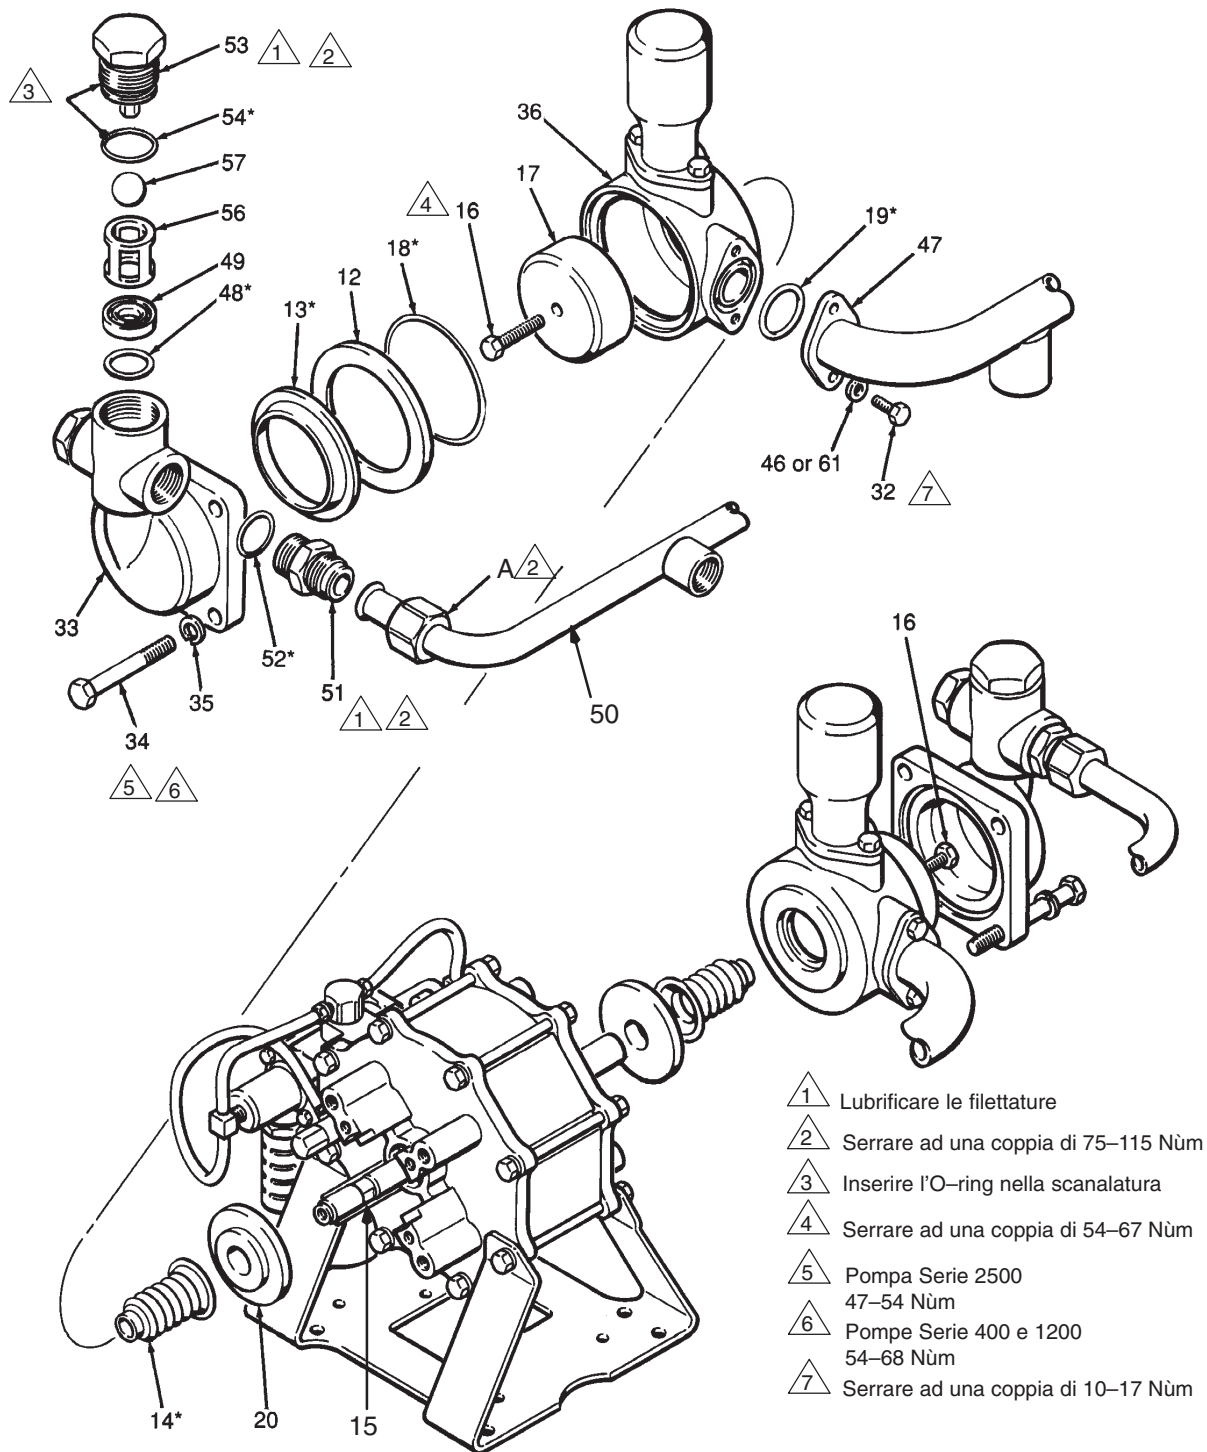

Fig. 8
3. Togliere il tappo (53) da ogni lato dell'alloggiamento di uscita (33). Ved. Fig. 8.
4. Togliere la sfera (57), la guida della sfera (56), la sede della valvola (49) e l'O-ring (48*) da ogni lato dell'alloggiamento di uscita.
2. Allentare i dadi dei tubi (A) e smontare il collettore di uscita (50). Svitare i connettori (51). Ved. Fig. 8.
3. Togliere le viti (34), le rondelle (35), l'alloggiamento di uscita (33), la tenuta dello stantuffo (13*) e la piastra di supporto (12). Ripetere il procedimento sull'altro lato della pompa.
4. Mantenendo fissa la vite (16) su un lato della pompa, togliere la vite sul lato opposto utilizzando una chiave a tubo.
5. Smontare lo stantuffo (17) afferrandolo con le mani. Esercitare un movimento oscillatorio per liberarlo dal soffierto (14).
6. Togliere le viti (32), le rondelle (46 o 61) e il collettore di entrata (47).
7. Smontare l'alloggiamento di aspirazione (36), il soffierto (14*) e la piastra di supporto (20).
8. Bloccare con una chiave le parti piane dello stelo dello stantuffo (15) e togliere la vite rimanente (16).